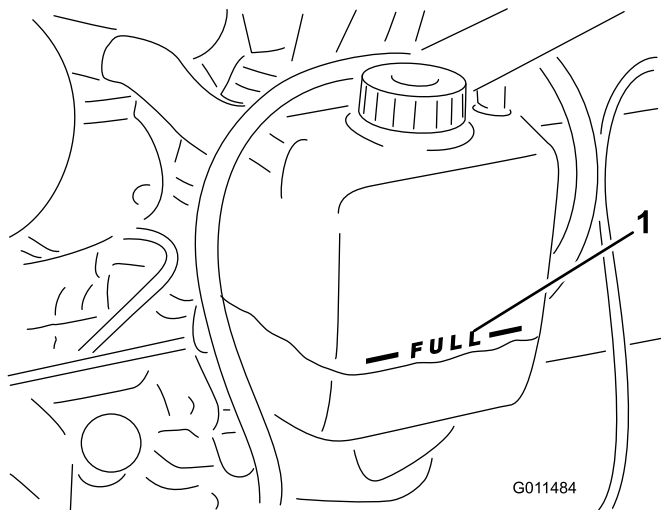

Figura 10
1. Togliete con cautela il tappo del radiatore e il tappo del serbatoio di espansione (Figura 10).